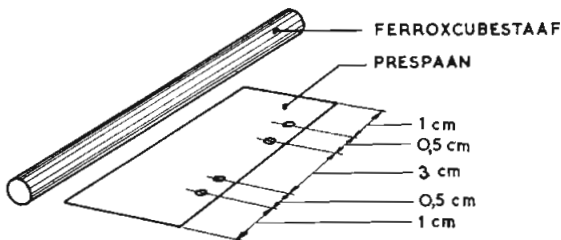
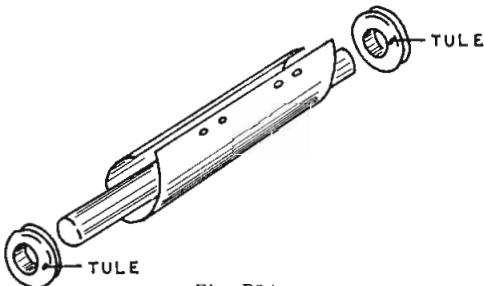

Fig. B23
Fig. B24
16. Van één van de stukjes prespaan maken we een spoelvormpje. Prik eerst met de punt van een schaar of met een stopnaald vier gaatjes in het prespaan, op de afstanden die in fig. B23 zijn aangegeven. Buig daarna het stukje tot een kokertje om de staaf heen (fig. B24).